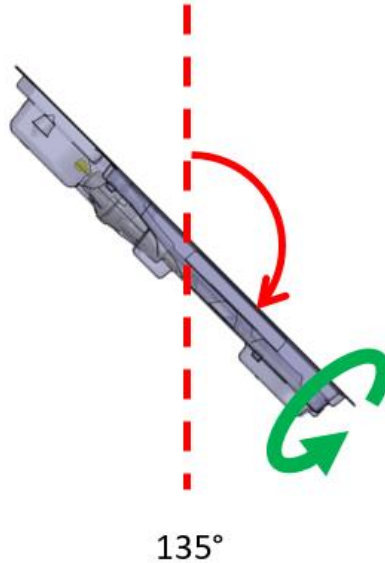

Abbildung 16: UA in 135°-Position
- e. Setzen Sie die Kippbewegung des UA in die 135°-Position fort und wiederholen Sie den im vorherigen Schritt beschriebenen Drehzyklus (*Abbildung 16*).